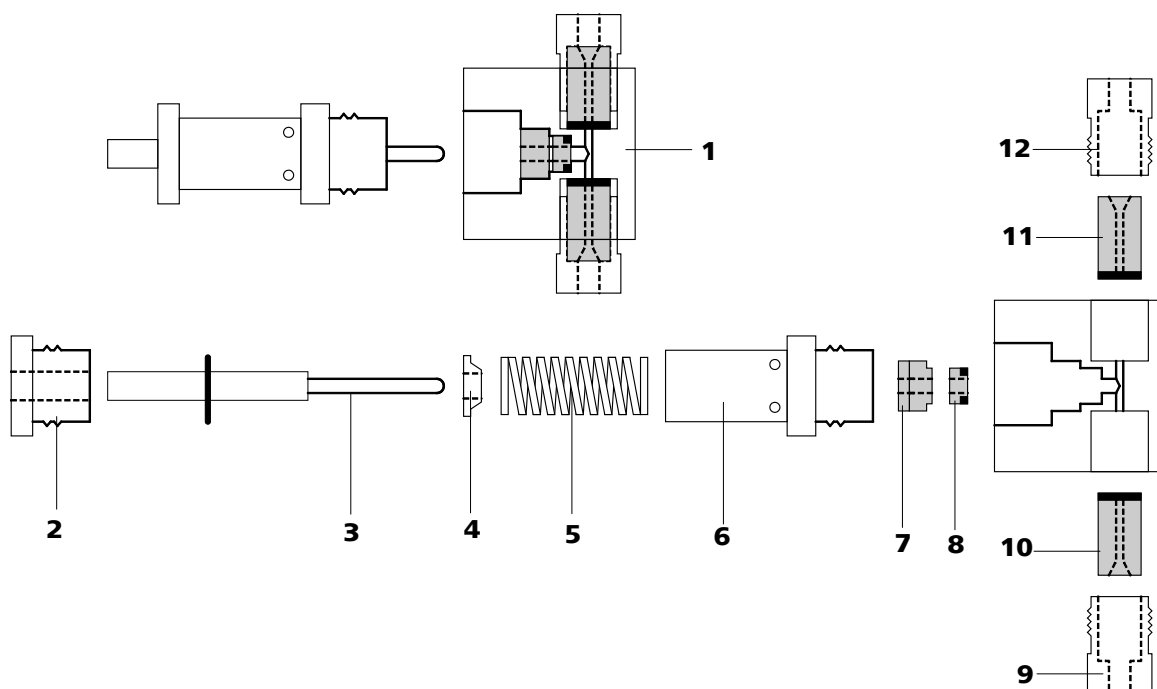

Figura 33 Componentes da cabeça padrão da bomba
- Desmontar a cabeça da bomba (15-4) em todos os seus componentes (ver figura 33, página 75).
Para a escolha correta, é preciso considerar que o líquido deve circular de baixo para cima pela cabeça da bomba. A direção de fluxo das válvulas pode ser verificada ao se assoprar ar pela válvula limpa. As duas válvulas são montadas com a face preta direcionada para a cabeça da bomba (ver figura 33, página 75).